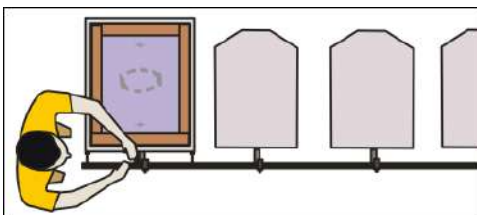

Imagen 333\_07
**7-** Calzar de la misma forma la segunda y tercera matriz, una vez calzadas se retira la película. (Imagen 333\_07)